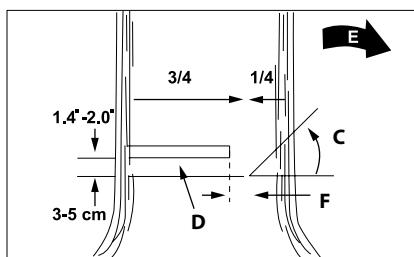

Fig. 15
De obicei, doborârea unui copac constă din două operațiuni principale: crestătura (C) și executarea tăieturii finale (D). Începeți crestătura (C) pe acea parte a copacului care se află în direcția prevăzută de cădere (E). Asigurați-vă că nu tăiați prea adânc în trunchi. Crestătura (C) trebuie să fie astfel încât o parte suficient de groasă și solidă a trunchiului (F) să nu fie tăiată. Crestătura trebuie să fie suficient de largă pentru a ghida căderea arborelui atunci când este doborât. Atenție! Nu mergeți în fața unui copac pe care deja s-au făcut crestături. Tăietura finală (D) se execută pe partea posterioară a copacului la 3-5 cm deasupra bazei orizontale a crestăturii (C) (Fig. 15).